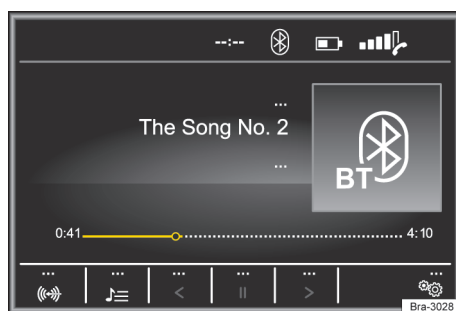
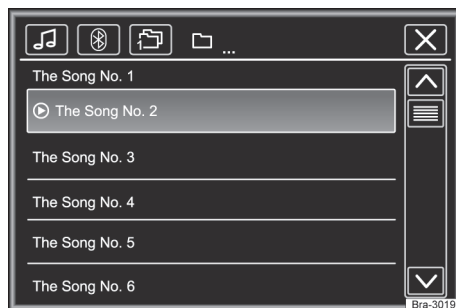

Fig. 133 Menú principal de medios.
Fig. 134 Operación de la radio: lista de estaciones.
- Presionar la tecla **MEDIA** para abrir el menú principal **MEDIA** → fig. 133.
Las fuentes de medios que se reproducen actualmente se exhiben en el botón de función en la parte inferior izquierda → **fig. 133**.
Leyenda para → **fig. 133 y → **fig. 134**:**